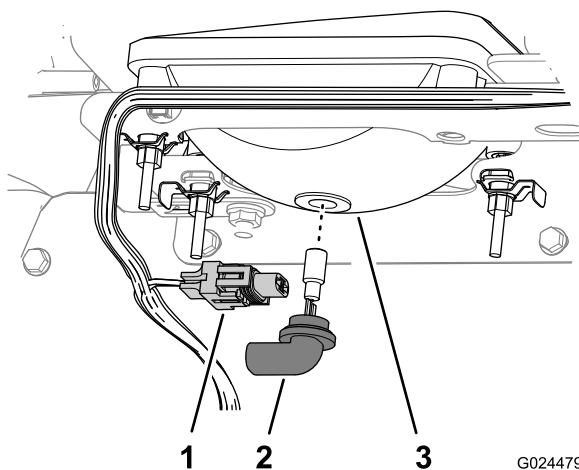

Figura 40
3. Desconecte el conector eléctrico del arnés de cables del conector de la lámpara, en la parte trasera de la carcasa del faro (Figura 40).
4. Retire el conjunto de la lámpara girándola 1/4 de vuelta en sentido antihorario y desplazándola hacia atrás (Figura 40).
5. Instale el conjunto de lámpara nueva y la carcasa del faro y alinee las pestañas del conjunto de la lámpara con las ranuras de la carcasa del faro (Figura 40).
6. Sujete el conjunto de la lámpara girándola 1/4 de vuelta en sentido antihorario (Figura 40).
7. Conecte el conector eléctrico del arnés de cables al conector del conjunto de la lámpara nueva (Figura 40).